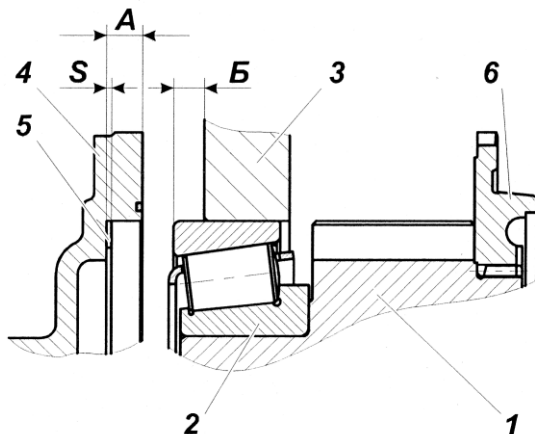

Рисунок 100:
Установить в расточку картера коробки передач первичный вал в сборе с прокладками подобранными по п. 1. рис. 100.
5.6 Замерить размер Б рис. 100, (между торцами картера коробки передач и наружного кольца подшипника) при этом, гнездо заднего подшипника вторичного вала должно быть плотно (под усилием собственного веса вторичного вала) прижато через установочные прокладки к торцу зубчатой муфты демальтипликатора; первичный вал должен быть плотно (под усилием собственного веса) прижат через установочные прокладки к торцу наружного кольца переднего подшипника вторичного вала, а наружное кольцо заднего подшипника первичного вала - к роликам.